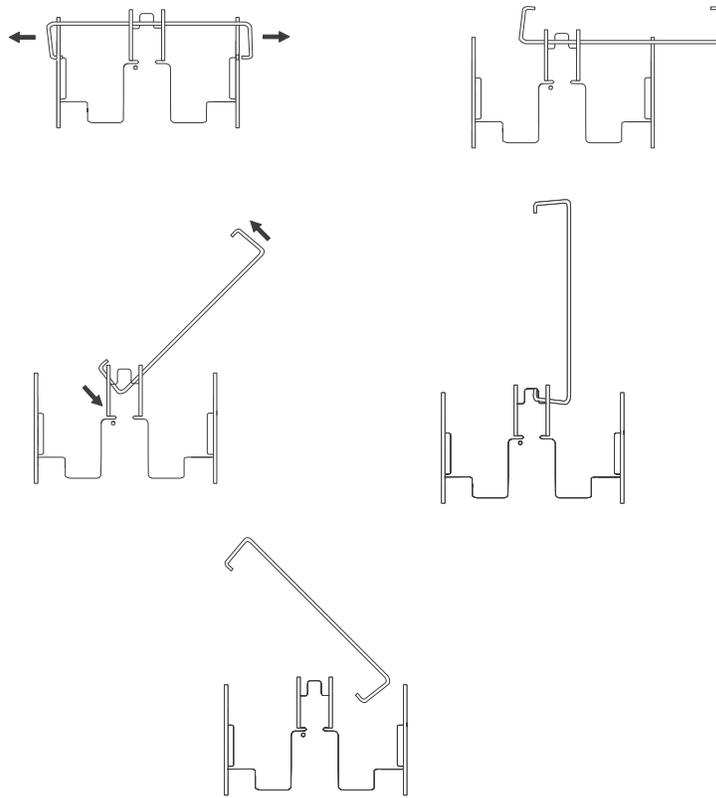

Figura 4-44. Extracción del muelle del pestillo del cabezal de impresión térmica
7. Deslice el **muelle del pestillo del cabezal de impresión térmica** hacia un lado y extráigalo. Consulte la Figura 4-44 en la página 4-56.